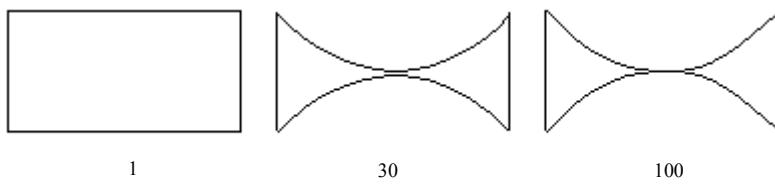

图 5.4.13 四边形网格 Jacobian Ratio (一)
- 对于任何一个矩形单元或平行四边形单元, 不管是否含有中节点, Jacobian Ratio 都为 1, 图 5.4.13 所示的是 Jacobian Ratio 为 1、30、100 时的四边形网格 (一)。